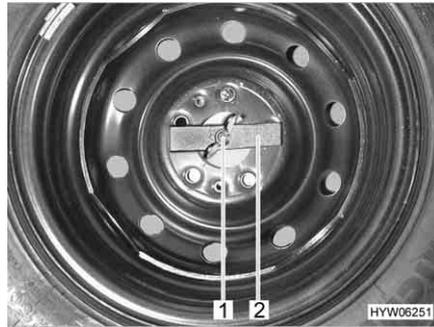

Fig. 223 Ruota di scorta nel gavone di coda
- Svitare manualmente il dado ad alette (Fig. 223,1) e rimuoverlo.
- Rimuovere la barretta di compressione (Fig. 223,2).